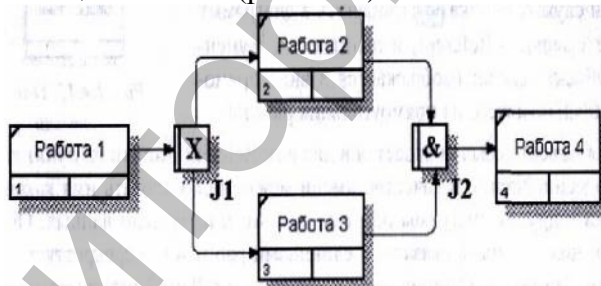

Рис. 7.14. Неверное размещение перекрестков
3. Перекресток для слияния "И" не может следовать за перекрестком для разветвления типа исключающего "ИЛИ" (рис. 7.14).